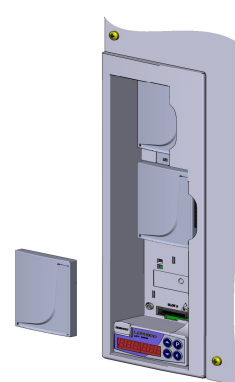

Figura 1: Retirar la tapa de protección
2. Retirar la tapa de protección del slot, conforme Figura 1.